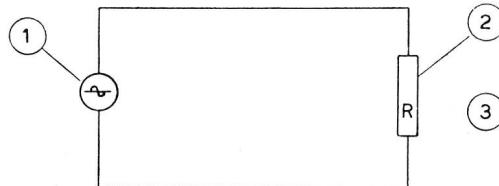

Fig. 105
a) Reiner ohmscher Widerstand an den Klemmen eines Wechselstromgenerators. Betrachten wir einen Stromkreis (Fig. 105) ohne Selbstinduktionserscheinungen, d.h. ohne Schleifen, ausgeprägte Krümmungen oder Spulen.